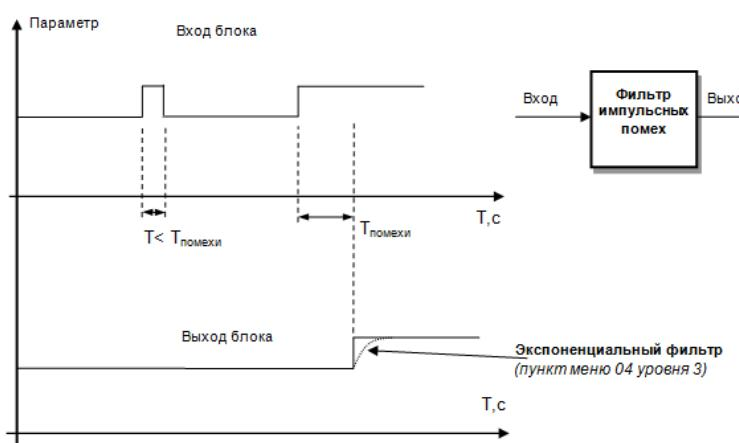

Рисунок 3.6 – Принцип работы фильтра импульсных помех и экспоненциального фильтра
1. **Фильтр импульсных помех.** Используется для подавления импульсных помех. Определяется параметром 3.05 «Максимальная длительность импульсной помехи». Если в каком либо цикле измерения технологического параметра обнаружено его изменение, то предполагается возможность действия помехи и выходной сигнал сформируется (с учетом усреднения измерительных значений) по истечении установленного времени длительности помехи. То есть, если длительность изменения сигнала больше заданного $T_{помех}$, то это изменение расценивается как естественное и принимается в дальнейшую обработку с задержкой времени $T_{помех}$ (рисунок 3.6). Работа данного фильтра вносит дополнительное транспортное запаздывание в систему регулирования, которое равно величине параметра «Максимальная длительность импульсной помехи». Поэтому всегда нужно стремиться минимизировать данный параметр.
4. Экспоненциальный фильтр (рисунок 3.6). Фильтр используется для подавления помех, а также для подавления «дребезга» индикации (частых изменений показания индикатора из-за колебаний входного сигнала). Определяется параметром 3.04 «Постоянная времени цифрового фильтра».